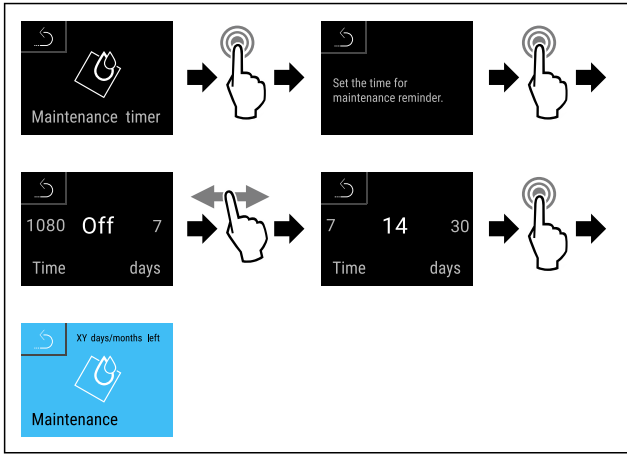

Fig. 103
- ▶ Seguir los pasos de procedimiento (consulte Fig. 103) .